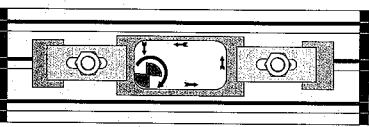

Fig. 5
5. Mit angepasstem Vorschub und angepasster Frästiefe arbeiten. Der Vorschub muss immer gegen die Schneidrichtung des Fräasers erfolgen (Fig. 5).